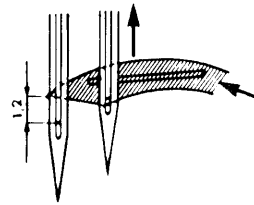

fig. 5
- Controllare che la punta del crochet, nella sua corsa verso sinistra, quando é a filo della tangente sinistra dell'ago esterno, si trovi a mm. 1,2 al di sopra della tangente superiore del foro dell'ago esterno (fig. 5).